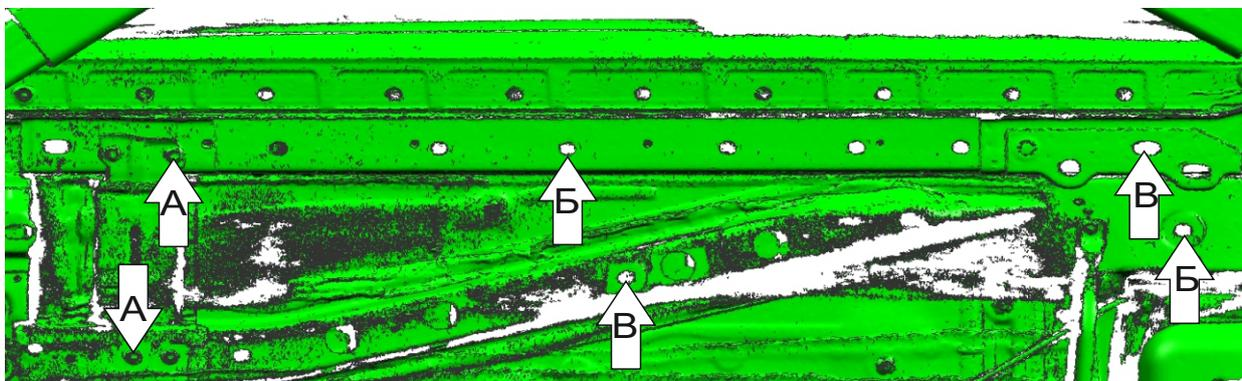

Рис. 1
1. Выкрутить штатные болты «А». Извлечь заглушки в средней и задней частях порога. Вложить закладные M8x70/20 «Б» (зафиксировав их положение разогнув усики) и закладные M10x100/20 «В». (Рис. 1)